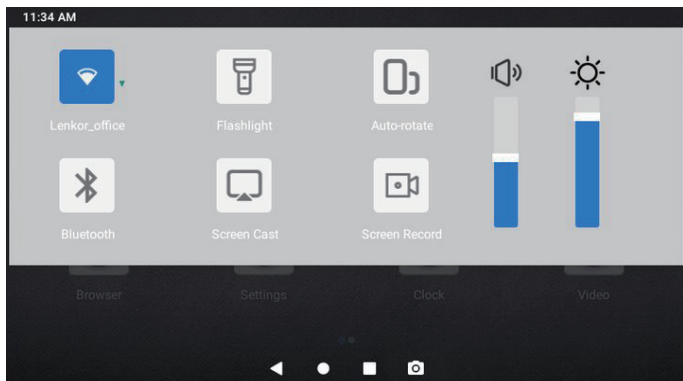

Рисунок 1.2.2
**Меню смахивания вниз:** Смахните вниз от верхней части экрана, чтобы отобразить меню смахивания вниз. Это дает вам мгновенный доступ к Wi-Fi, Bluetooth, фонарику, громкости, яркости экрана, проекции экрана, повороту и записи экрана (см. рис. 1.2.2).